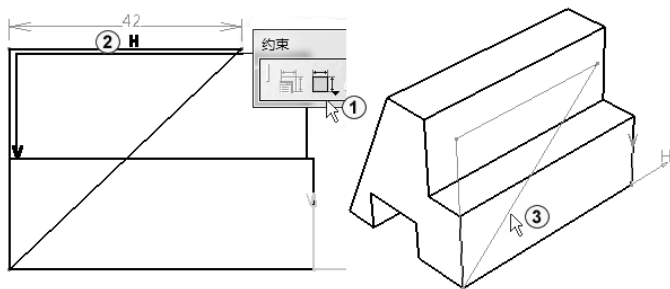

图 3-21 标注尺寸
7) 单击“约束”按钮, 标注尺寸, 如图 3-21 中①②所示。单击屏幕下方的“等轴测视图”按钮, 如图 3-21 中③所示。单击“退出工作台”按钮.